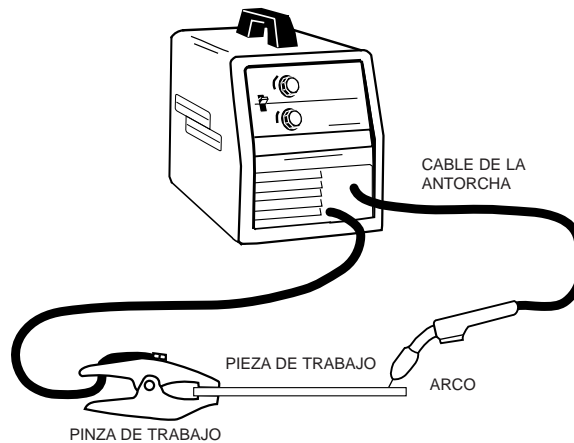

Figura B.7
6. Vea la Figura B.7. Conecte la pinza de trabajo al metal que se soldará. La pinza de trabajo deberá tener un buen contacto eléctrico con la pieza de trabajo. Asimismo, la pieza de trabajo deberá aterrizarse, según se establece al principio de este manual en "Precauciones de Seguridad de la Soldadura por Arco".